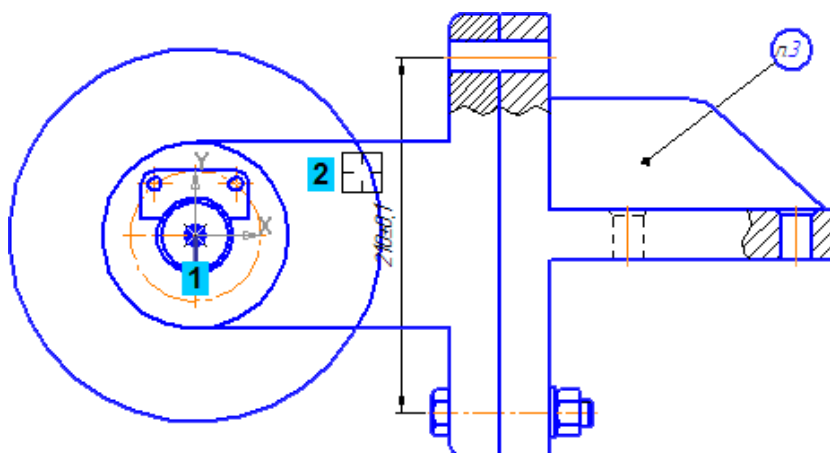

Рисунок 17.
- С помощью команды **Усечь кривую** на панели Редактирование  удалите участок окружности, закрытый деталью Вилка (курсор 2) (рис. 17).